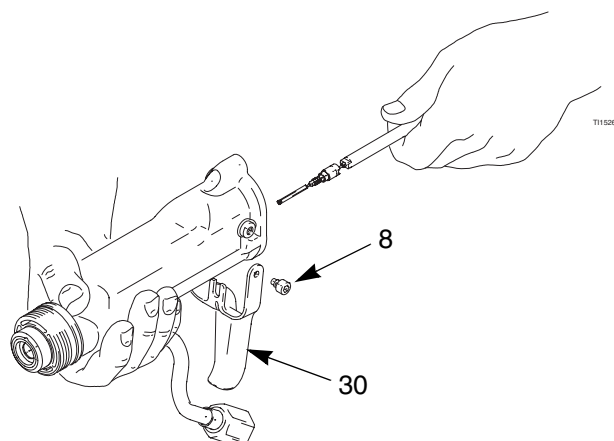

Fig. 15 Remplacement du pointeau produit
8. Enfiler le pointeau produit dans le canon du pistolet. Pousser sur le pointeau à l'aide du tournevis de 2 mm (44), puis serrer. Voir FIG. 15
10. Remettre en place le chapeau du ressort (45), en s'assurant que le ressort de mise à la terre (55) est bien en place.
11. Mettre en place la gâchette (30) et serrer les vis (8).
12. Mettre en place le canon (16), page 32.